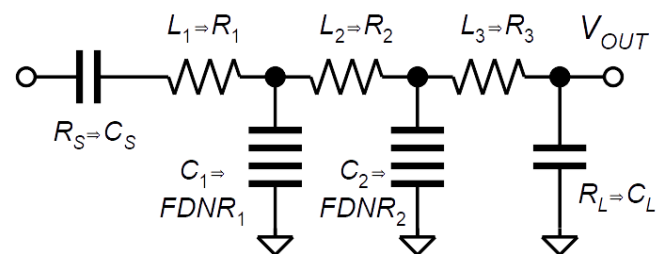

図4. 図3のパッシブ LC LPF を $1/s$ 変換により変換した回路
この LC フィルタの伝達関数を「 $1/s$ 変換」（ s はラプラス演算子）というものを施すことにより、それぞれの素子は図4のように、インダクタは抵抗、抵抗はコンデンサ、コンデンサはFDNR（Frequency Dependent Negative Resistor; 周波数依存性負性抵抗）なるものに変換されます。
$1/s$ 変換は L. T. Bruton が発明したため「Bruton 変換（Bruton Transformation）」とも呼ばれています [6]。FDNR は図4のようなシンボルが用いられるようです [6]。この技術ノートでもその表記に合わせています。この FDNR について、このシリーズでは詳しく説明していきます。
図5. 図4の回路を FDNR 型フィルタとして実現した（インピーダンスが 1000 倍になるようスケールアップ構成してある。OP アンプは UniversalOpamp2 という LTspice の OP アンプ汎用モデルを用い、開ループ利得 $A_{vol} = 10M$ 、利得帯域幅 $GBW = 100MHz$ としている）
として FDNR、つまり周波数依存性負性抵抗を実現できます。ここに図 5 の素子定数を代入してみると、 $C_{G1} C_{G3} R = 0.1957E-9$ となり、図 4 の C_1, C_2 を $1/s$ 変換し、インピーダンスを 1000 倍したときの定数と合致していることも分かります。またこの式 (11) の符号がマイナスですので、負性抵抗となります。